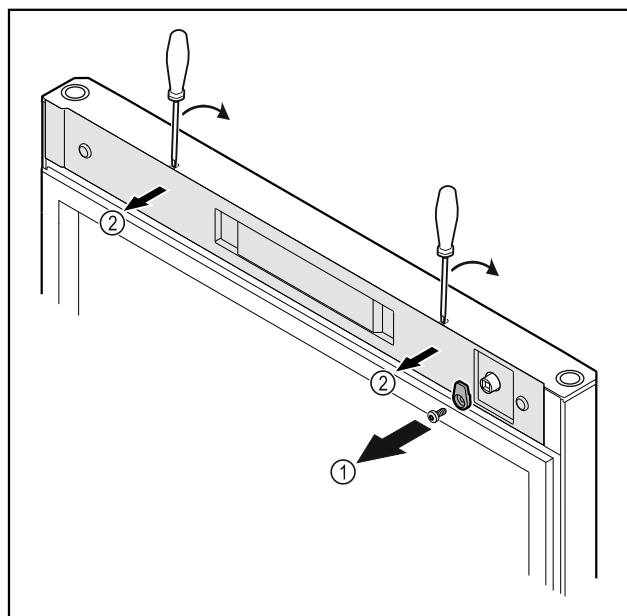

Fig. 10
- ▶ Odvijte zapiralni zatič Fig. 10 (1).
- ▶ Z majhnim izvijačem sprostite pokrov Fig. 10 (1) in ga odstranite.